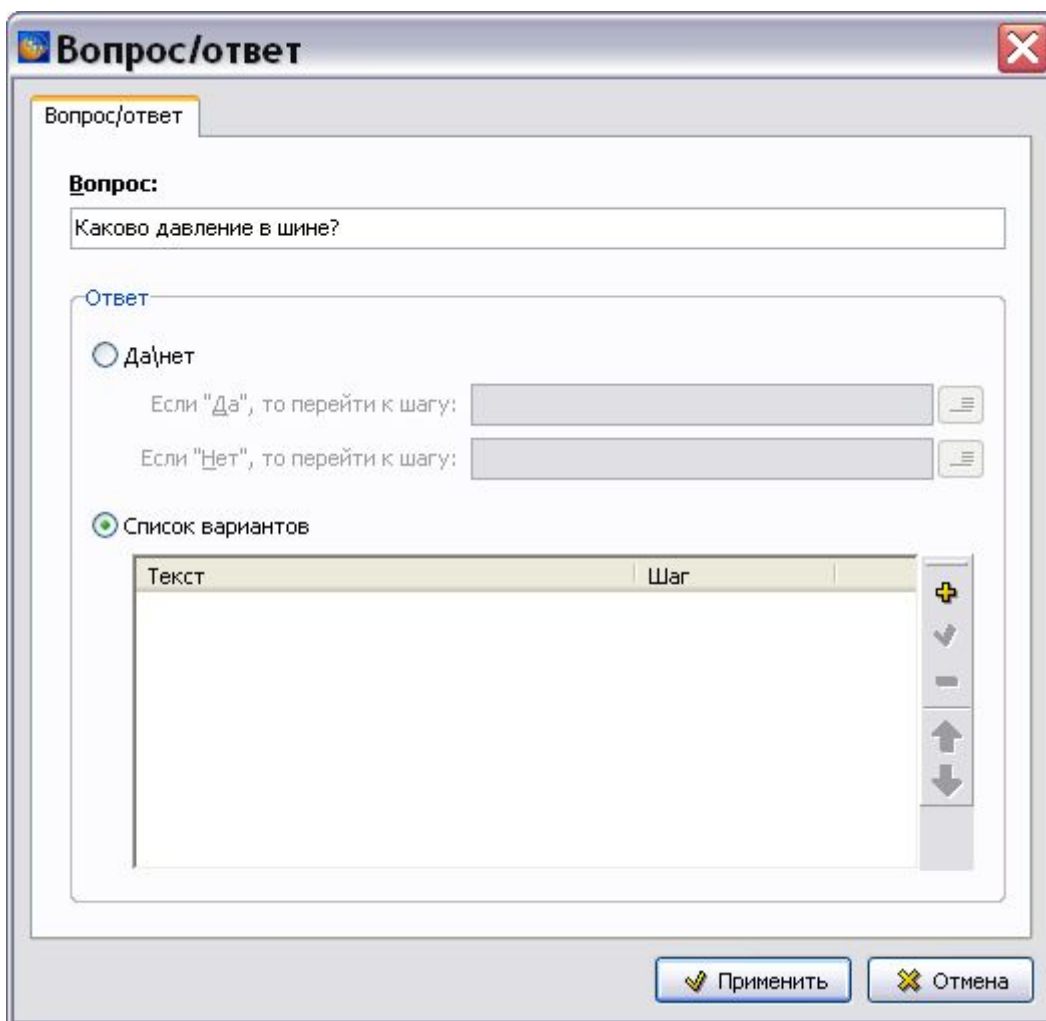

Рис. 6.31
7. В появившемся диалоговом окне **Вопрос/ответ** в поле **Вопрос** введите вопрос «Каково давление в шине?» (Рис. 6.31).
8. В секции **Ответ** включите радиокнопку **Список вариантов** (Рис. 6.31). При этом откроется диалоговое окно **Добавление записи** (Рис. 6.32).